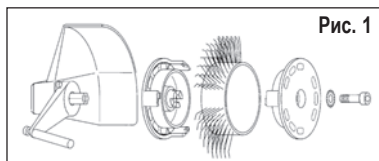

Рис. 1
2. При выборе ленты **MBX® Bristle Blaster®** учитывать обрабатываемую поверхность (угол, лента 11 мм, лента 23 мм). Перекрыть подачу сжатого воздуха, а затем с помощью соответствующего держателя надлежащим образом закрепить ленту **MBX® Bristle Blaster®** 23 мм или 11 мм (учитывая направление вращения), наложить стопорную шайбу с упругими зубцами и ввернуть винт. См. рис. 1 и 2.